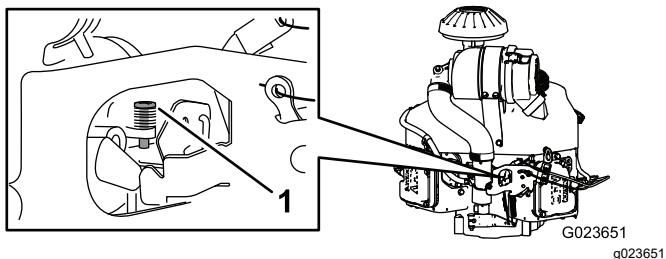

Figura 66
- Ajuste el tornillo de tope del carburador (Figura 66) hasta que la velocidad de ralentí sea de 1350 a 1550 rpm.